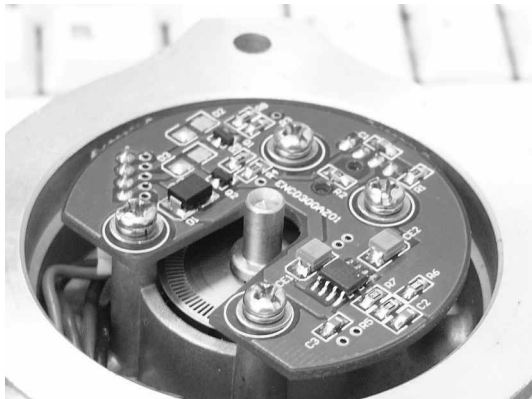

Рисунок 2
4.3 В корпусе генератора расположена печатная плата (рисунок 2) из стеклотекстолита с распаянными на ней радиоэлементами и соединительным кабелем.